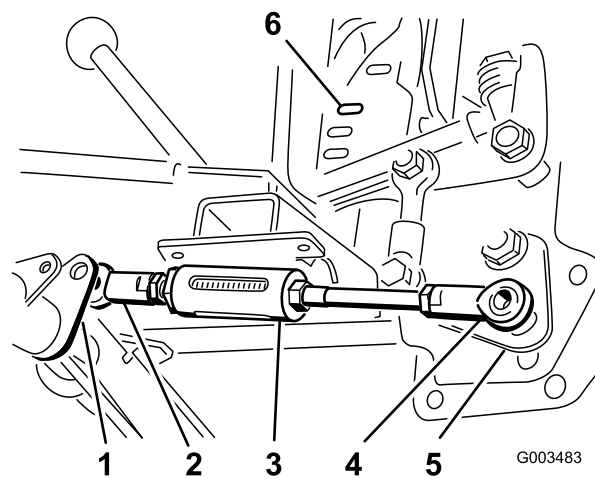

Figura 7
3. Collocate il giunto a sfera del braccio lungo del gruppo asta regolabile sul perno che sporge dalla parte inferiore del gruppo maniglia di sollevamento e fissatelo, senza serrarlo, mediante un dado di bloccaggio (1/2 poll.) (Figura 7).
1. Posizionate il giunto a sfera del braccio corto del gruppo asta regolabile a destra della leva per l'asta regolabile presente sul tubo orientabile (Figura 7).